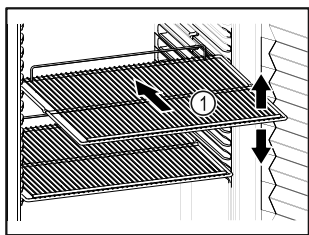

Fig. 20 Beispielhafte Darstellung
- Wenn Abstellroste Fig. 20 (1) versetzbar sind, je nach Höhe anpassen.